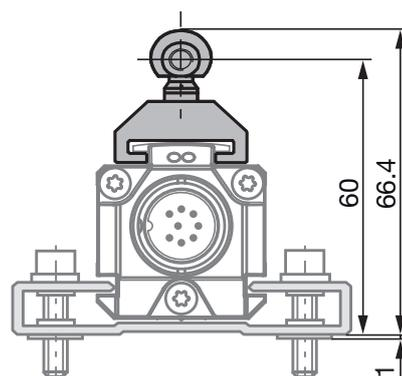
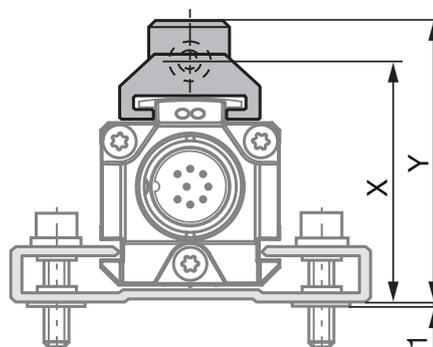
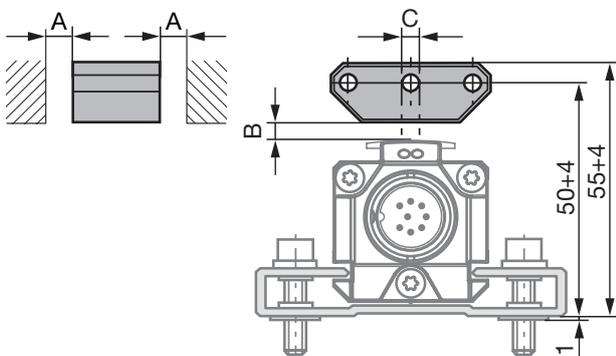
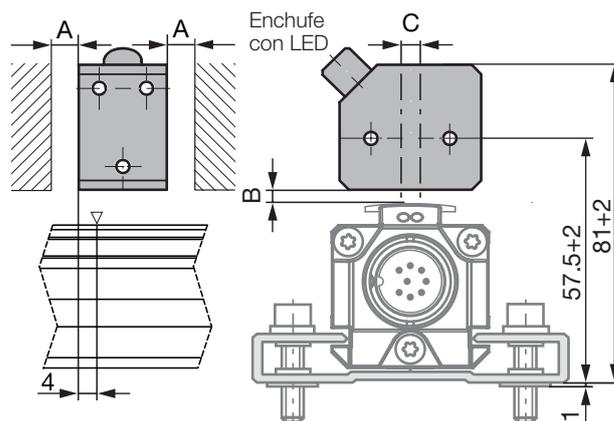

Fig. 4-1: Medidas y distancias con el sensor de posición BTL5-F-2814-1S
Fig. 4-3: Medidas y distancias con el sensor de posición BTL5-M/N-2814-1S
Fig. 4-4: Medidas y distancias con el sensor de posición BTL5-P-3800-2
Fig. 4-8: Medidas y distancias con el sensor de posición BTL5-P-4500-1 con generación eléctrica del campo magnético (24 V/100 mA)
i El BTL en construcción perfilada es apto tanto para sensores de posición libres, es decir, de funcionamiento sin contacto (véase Fig. 4-4 hasta Fig. 4-8), como también para sensores de posición guiados (véase Fig. 4-1 y Fig. 4-3).
- La distancia A entre el sensor de posición y las piezas de material imantable debe ser de como mínimo 10 mm (véase Fig. 4-4 hasta Fig. 4-8).
- Para la distancia B entre el sensor de posición y el BTL y para el desplazamiento de centros C (véase Fig. 4-4 hasta Fig. 4-8) se deben respetar los siguientes valores:
i La zona medible se desplaza 4 mm en la dirección del conector del BTL (véase Fig. 4-8).